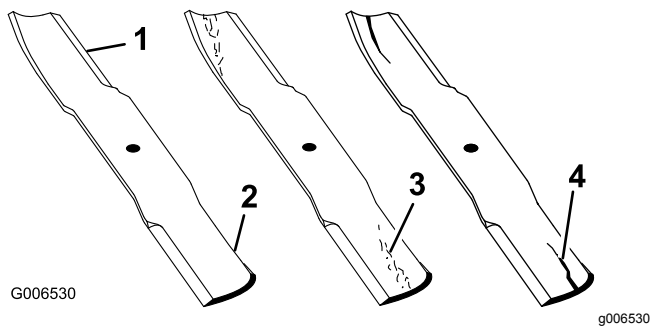

Figure 55
1. **Examinez le tranchant des lames (Figure 55).**
4. **Remplacez immédiatement toute lame fendue, usée ou qui présente une entaille (Figure 55).**